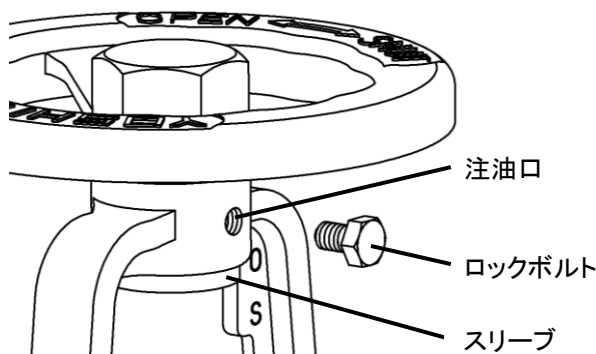

図1
- (1) 全開で使用する場合、バルブの固着防止のため全開状態からハンドルを45°程度戻して使用してください。
- (2) バルブの開閉は過大な力を加えないで制限トルク以下で行ってください。制限トルクは日本バルブ工業会発行の「バルブユーザーガイド」に示されております。
- (3) 全開(全閉)位置にあるバルブを、更に開(閉)方向に回さないでください。故障の原因となります。
- (4) ハンドルを固定する必要がある場合は、ロックボルトを締めてください。(図1参照)
- (5) スリーブにグリスを塗る場合はロックボルトを外し、注油口からグリスを注油してください。(図1参照)